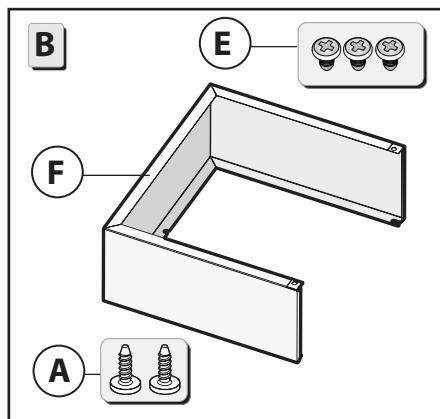

Fig.6
- Questa cappa può avere come optional un cammino estetico da richiedere al Vs rivenditore Fig.6.